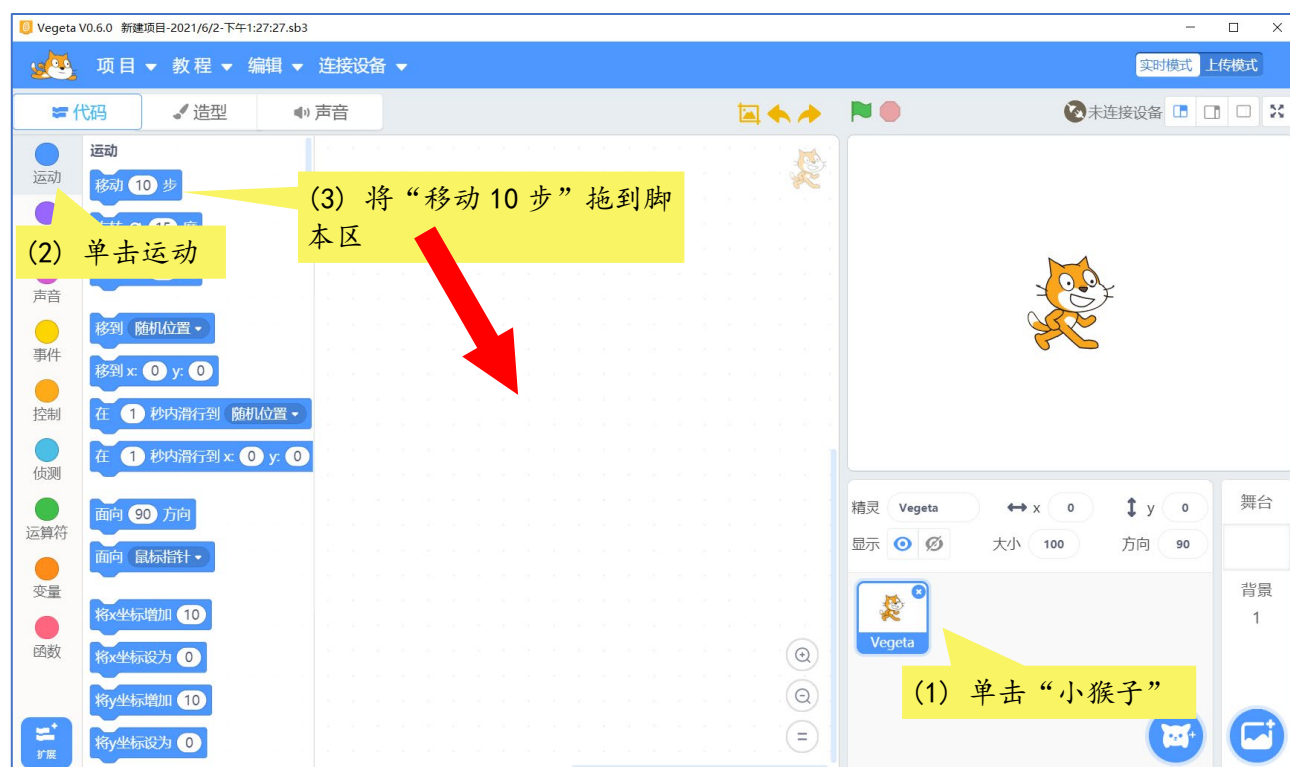

图 1-3 为角色编写脚本
1. 实现“小猴子移动脚步”的脚本，具体操作如图 1-3 所示：